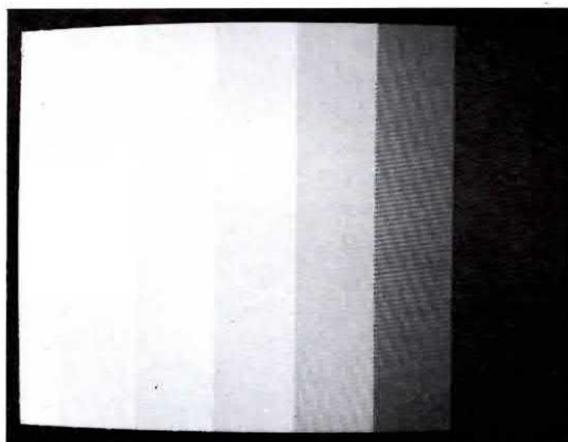

Fig.11 La scala verticale dei grigi serve per controllare la luminosità ed il contrasto. A destra dovrete vedere un nero intenso e a sinistra un bianco pulito.
- 11 - Fig. 11 **Scala grigi verticale**